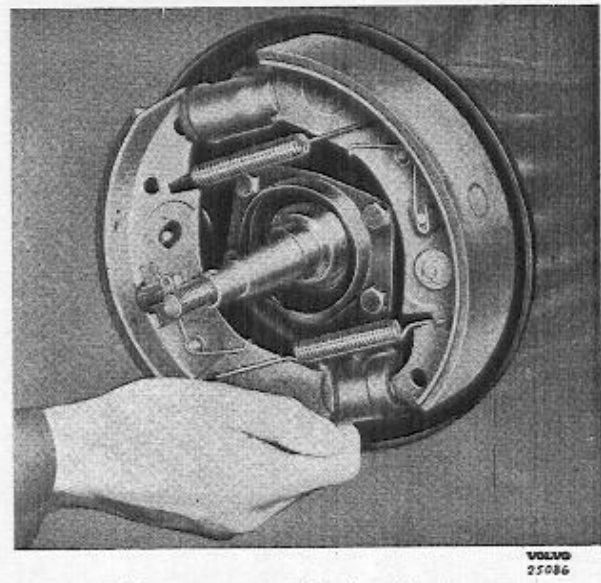

Abb. 17 Bremsbacke abnehmen
3. Sicherungsscheibe und andere Scheiben vom Bolzen des Einstellexzenters an der vorderen Bremsbacke abnehmen. Vordere Bremsbacke und Federn abnehmen wie in Abb. 17 gezeigt. Hintere Bremsbacke auf gleiche Weise abnehmen.
3. Rückholfeder in beide Bremsbacken einhängen und vordere Bremsbacken montieren, siehe Abb. 17. Sicherungsteile wie oben befestigen.